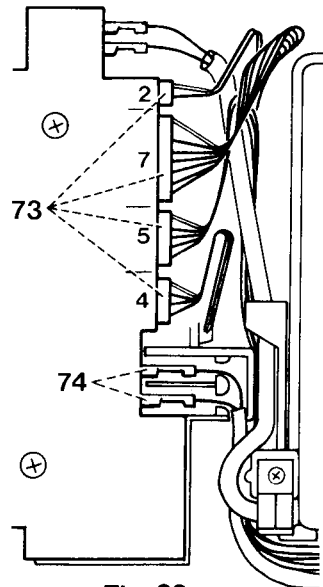

Fig. 33a
- Die vier Kabelstränge 73 mit Steckdosen abziehen (siehe Abb. 33a).
- Bei 1029 die vier Kabelstränge 73 nach Fig. 33a anbringen.